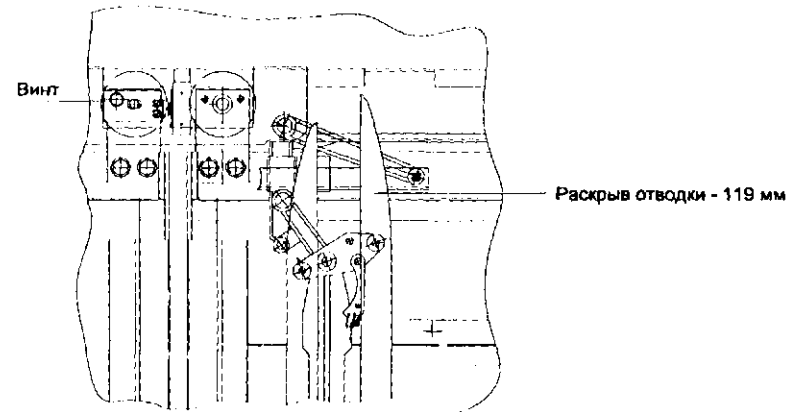

Рис. 9 Регулировка отводки
7. Распустить отводку так чтобы расстояние между кромками составляло 119 мм. Установить зазор между нажимной планкой (нажимной рычаг для дверей типа Т) и роликом отводки 5 мм. Для регулировки использовать болт на резиновом упоре. (Размер фиксируется в момент касания резиновым упором пластикового подпятника) См. Рис. 9.